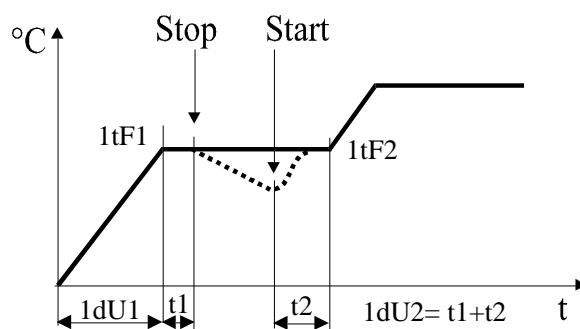

Figura 2
3. pulsanti di "Ramp/Exit" + "enter" premuti: lo strumento regola sulla rampa sospesa (vedi figura 2). Una rampa si considera eseguita se la temperatura è nell'intorno dei $\pm 3^\circ\text{C}$ della temperatura finale programmata.